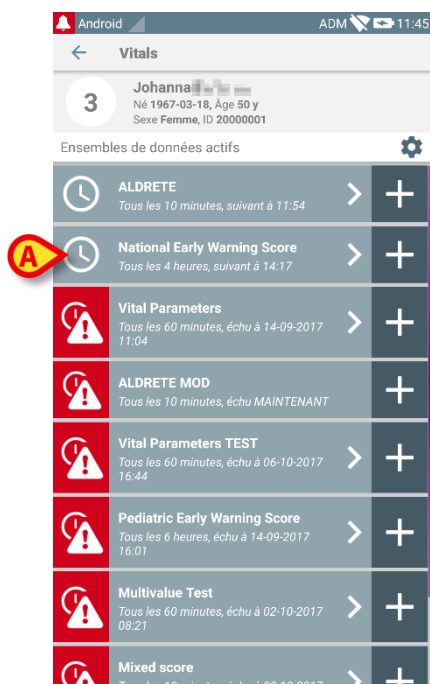

Fig 71
Pour modifier un ensemble de données existant, sur l'écran de la liste des ensembles de données (Fig 71),
- Sélectionner l'ensemble de données concerné (Fig 71 **A**, par exemple). Le résumé des ensembles de données acquis s'ouvrira (Fig 72).